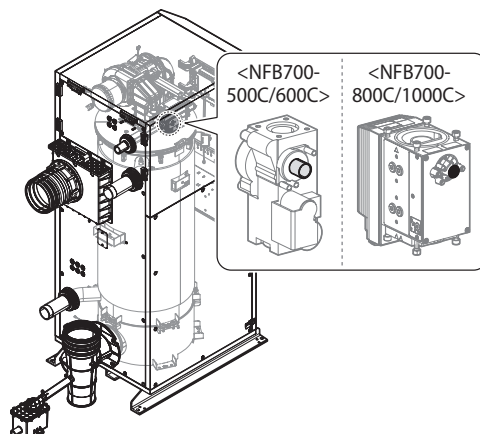

Figure 12. Emplacement de la vis de réglage
- c. Activez plusieurs zones et réglez la chaudière pour qu'elle fonctionne en mode MIN 1 étape (reportez-vous à la section « 10.7.9 Réglage des modes de fonctionnement » à la page 134). Mesurez la valeur de correction à la puissance minimale d'utilisation et comparez-la aux valeurs indiquées dans le tableau 3. Si la valeur de correction ne correspond pas à la plage indiquée, la vis de réglage de la soupape à gaz doit être ajustée. Si un ajustement est requis, trouvez la vis de réglage, comme cela est indiqué à la Figure 12. À l'aide d'une clé Allen ou d'une clé en étoile, tournez la vis de réglage de ¼ de tour maximum dans le sens horaire pour augmenter la valeur de correction ou dans le sens antihoraire pour la réduire.